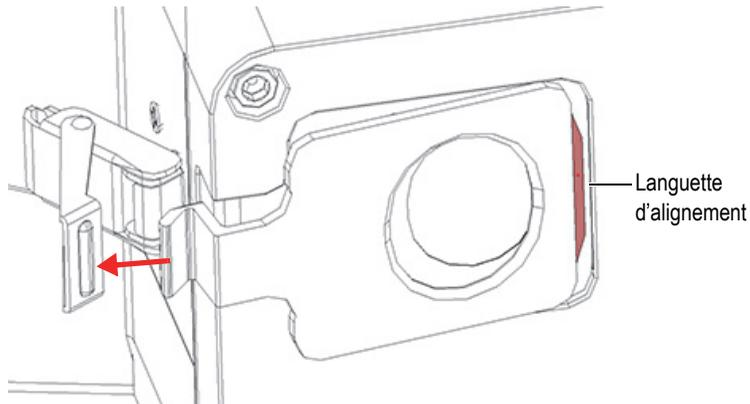

Figure 4-4 Languette d'alignement complètement exposée
5. Soulevez la plaque frontale légèrement vers la gauche jusqu'à ce que la languette d'alignement soit entièrement visible (Figure 4-4 à la page 65), puis soulevez la plaque frontale pour l'éloigner de l'analyseur.